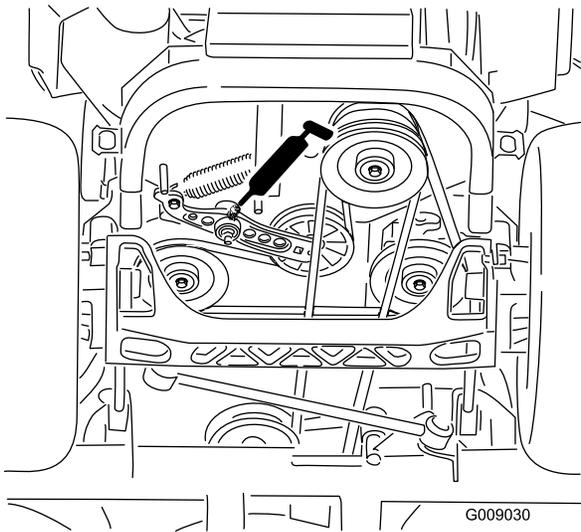

Рисунок 52
4. Смажьте консистентной смазкой рычаги натяжного ролика приводного ремня (Рисунок 52).